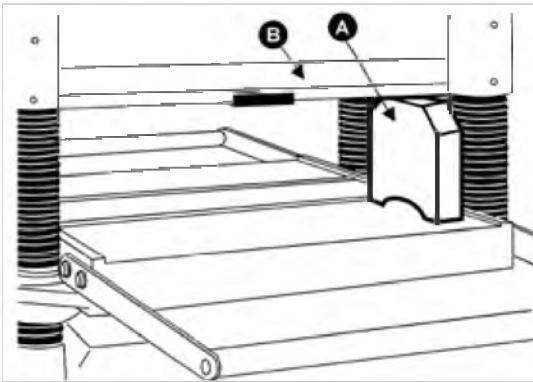

Рис. 25
2. Поверните маховик по часовой стрелке, чтобы поднять ножевой вал достаточно высоко для установки замерного блока (A, рис. 25) на рабочем столе под один из краев вала (B, рис. 25).